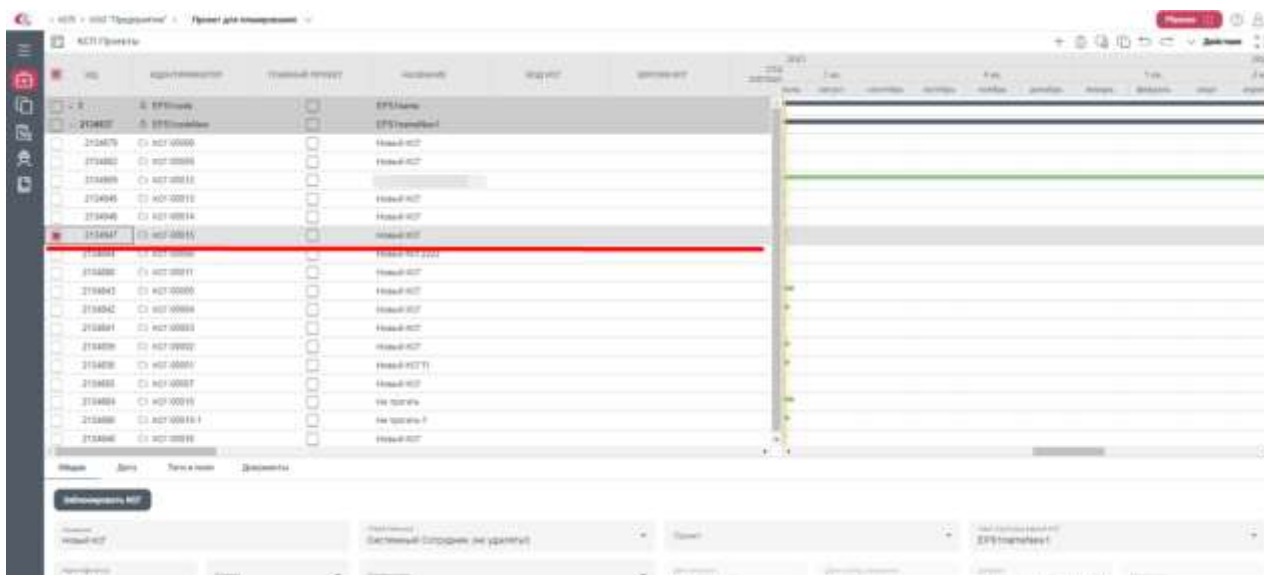

Рисунок 55– Раздел «Проекты», выбор проекта
1. Выделить КСГ в разделе «Проекты», в папке «Рабочие КСГ» (Рисунок 55)